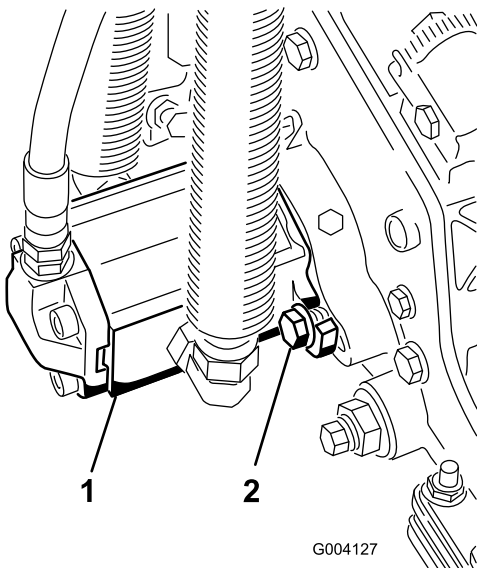

Figura 13
16. Instale o motor rodando-o no sentido dos ponteiros do relógio de forma a que as flanges do motor se afastem dos parafusos (Figura 13). Rode o motor no sentido contrário aos ponteiros do relógio até que as flanges envolvam os parafusos e apertem os parafusos.